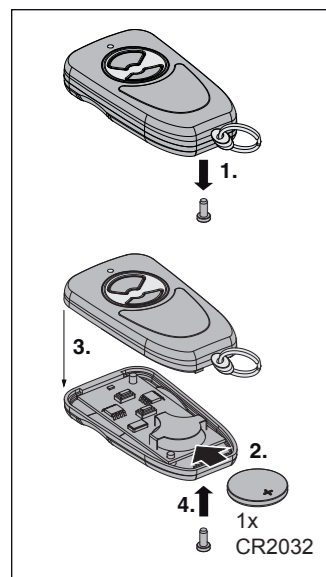

Fig. 2
3.1 Batterie wechseln / einlegen (Fig. 2)
3.1 Introduction / Changement de la pile (fig. 2)
3.1 Batterij vervangen / plaatsen (fig. 2)